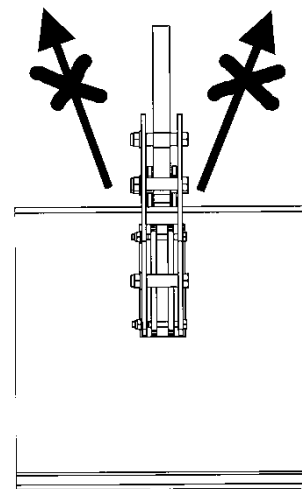

Fig. 4
**Le chargement des terminaux par traction diagonale est interdit (Fig. 4). Déformation et danger de chute !**